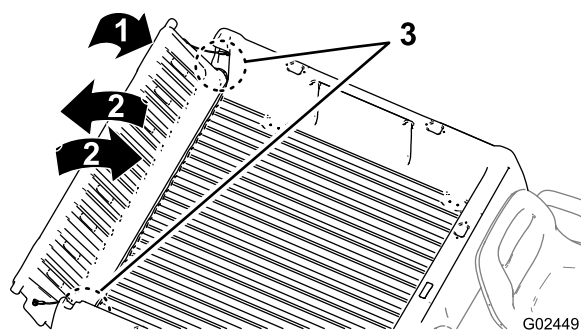

Figura 17
2. Ruotate la sponda posteriore in posizione di circa 45° (Figura 17).
3. Agitate con un movimento rapido per ruotare la sponda posteriore avanti e indietro più volte (Figura 17).